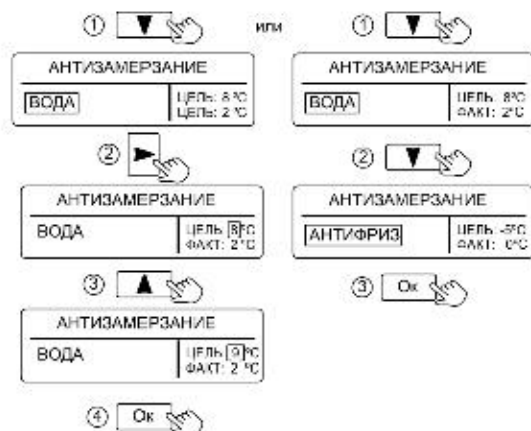

Рисунок 6. Настройка режима «АНТИЗАМЕРЗАНИЕ»
10.1.1 При выборе в качестве теплоносителя **«ВОДА»** (см. рис. 6), нагрев теплоносителя производится на два градуса выше заданной величины.
Имеется возможность настройки температуры теплоносителя (см. рис. 6). Температуру можно задать в диапазоне от +8°C до +15°C.